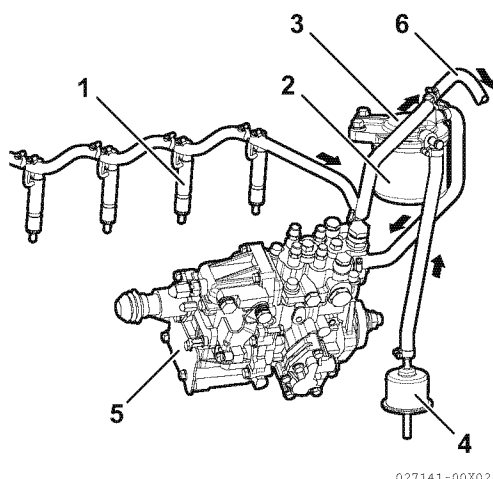

Figure 5
Figure 5 fa riferimento ai modelli 3JH5E, 3JH5AE e 4JH5E.
3. Per spurgare l'aria dal filtro del carburante, allentare la fascetta stringitubo sul tubo carburante del lato di ritorno (**Figure 5, (4)**) sulla giuntura a T. Rimuovere il tubo.